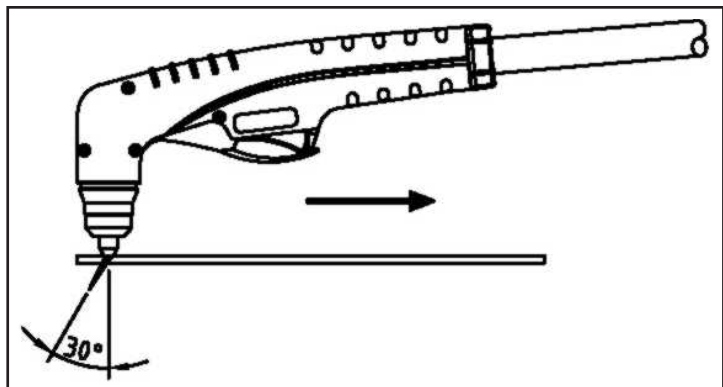

FIGURE 17
- Une fois amorcé, l'arc principal reste actif aussi longtemps que le commutateur de commande est maintenu appuyé, sauf si le chalumeau est écarté de la pièce ou que le mouvement du chalumeau est trop lent. Ne pas cesser de bouger pendant le coupage. Couper à une vitesse régulière sans pauses. Maintenir la vitesse de coupage de sorte quel'hystérésis de l'arc soit de 30° en arrière de la direction de parcours - FIG.17. Si l'arc de coupe est interrompu avec la gâchette du